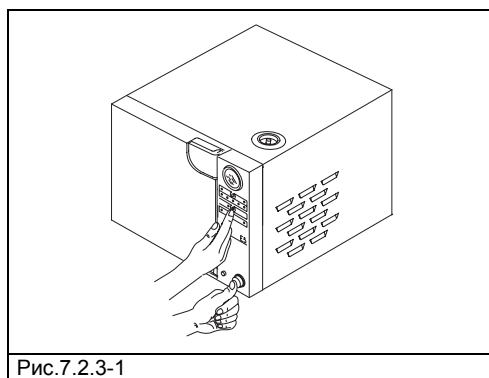

Рис.7.2.3-1
- включите аппарат, нажав кнопки **START/STOP** и **POWER** вместе (Рис. 7.2.3-1).